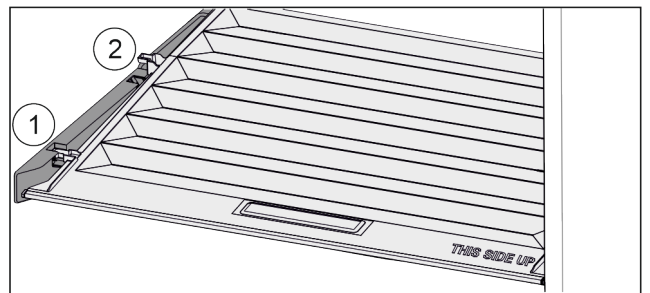

Fig. 34
- Tirer le couvercle vers l'avant jusqu'à l'orifice des pièces de retenue Fig. 34 (1).
- Le soulever par le bas à l'arrière et le sortir par le haut Fig. 34 (2).